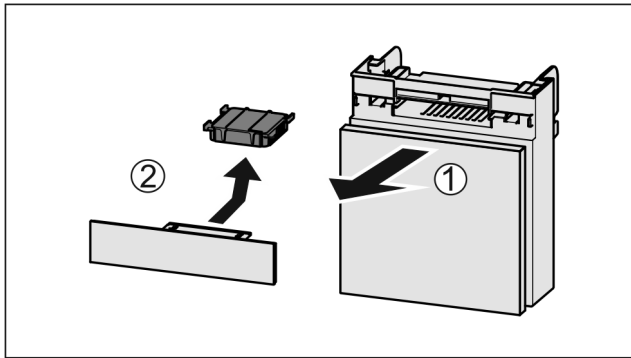

Fig. 155
- ▶ Tõmmake Fig. 155 (1) laegas ettepoole välja.
- ▶ Võtke Fig. 155 (2) aktiivsõefilter välja.